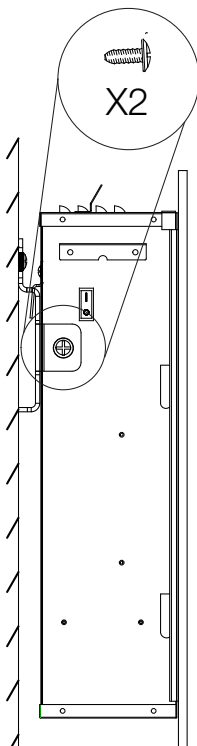

Fig. 3-1
- B. Retirez le support de montage mural de l'appareil en dévissant les 2 vis servant à fixer le support de montage mural à l'appareil (**Fig. 3-1**).